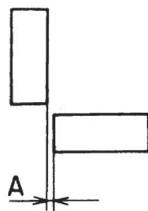

рис.2
3.2.2 Регулировка взаимного расположения ножей (см. рис.2)